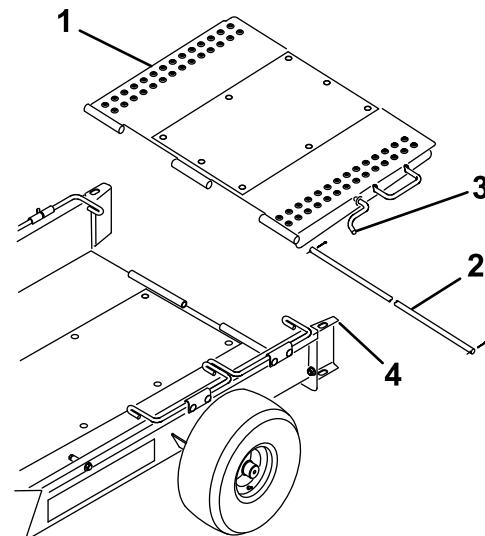

Figure 4
5. Montez la rampe à l'arrière du plateau de la remorque avec la tige d'articulation et 2 goupilles fendues (Figure 4).
- 8. Faites pivoter la rampe de la remorque vers le haut et accrochez le verrou de la rampe dans le trou au sommet du guide-roue (Figure 4).